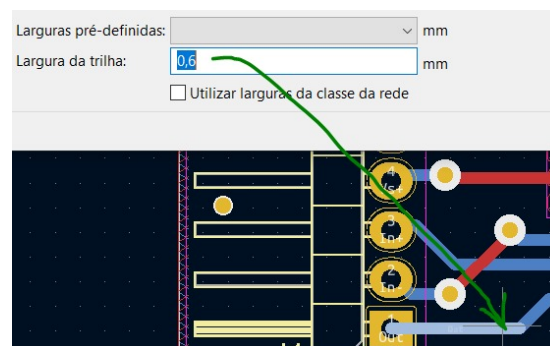

Figura 2
- A menor largura de trilha: 0,6 mm (Figura 2);